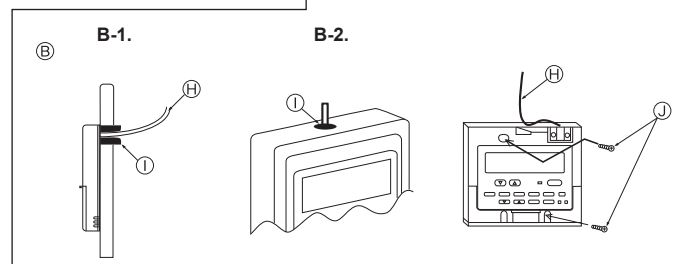

Fig. 5-6
① Perfil del control remoto
② Espacios necesarios alrededor del control remoto
③ Paso de instalación
(2) Selle la entrada del cable del control remoto con masilla para evitar que puedan entrar gotas de rocío, agua, cucarachas o gusanos. (Fig. 5-6)
① Para instalarlo en la caja de interruptores:
② Para instalarlo directamente en la pared, elija uno de los siguientes métodos:
(3) Para instalarla en la pared
① Pared
② Conducto
③ Tuerca de seguridad